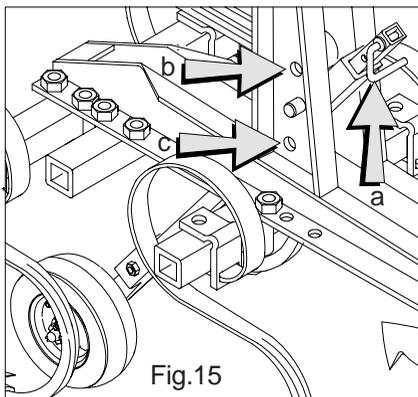

Fig.15
Para a distribuição de 200 Kg/ha, no espaçamento de 85 cm, recomendamos utilizar as engrenagens motora de 19 dentes, e a movida de 15 dentes (fig. 15), e trabalhar com o trator com a velocidade de 5 Km/h, com a rotação de 540 RPM na TDP.
Para distribuição de 200 Kg/ha, no espaçamento de 85 cm, recomendamos utilizar as engrenagens motora de 17 dentes, a movida de 27 dentes (fig. 15), e trabalhar com o trator na velocidade de 5 Km/h, com a rotação de 540 RPM na TDP.
*Quando for realizar o cultivo com a planta com certo porte (tamanho), observe para que o tubo regulador das hastes sulcadoras não toque nas plantas e venha a danificá-las (fig. 15).*
A regulagem é feita através da alavanca "a" (fig. 15) sobre o curso da escala indicativa (fig. 15), observando-se a regulagem individual de todos os módulos sulcadores, garantindo a uniformidade da profundidade.
Existe no quadro do módulo três furos "a" (fig. 15), que são utilizados para possibilitar a regulagem com o tubo regulador da roda compactadora, permitindo a regulagem de 1 em 1 centímetro.